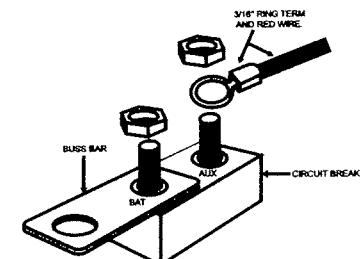

Figure 3
6. Fixez fermement le fil rouge au disjoncteur (à la borne repérée AUX). Attachez la barre collectrice (plaque de cuivre) à l'autre borne du disjoncteur (repérée BAT). Voir la figure 3.